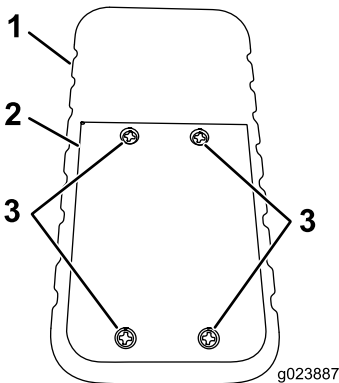

Figure 57
1. Desserrez les 4 vis qui fixent le couvercle des piles (Figure 57).